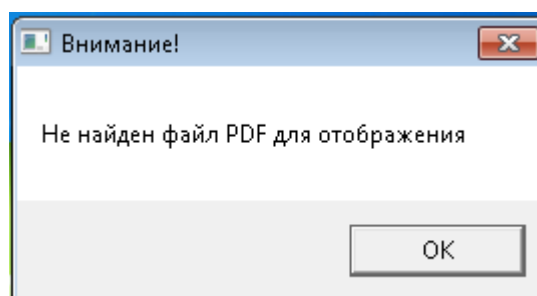

Рисунок 7 - Предупреждение об отсутствии файла в формате PDF
5.2.5 Если для найденного документа нет вторичного представления и нет сохраненного файла в формате PDF, модуль выдаст соответствующее предупреждение (см. рисунок 7).